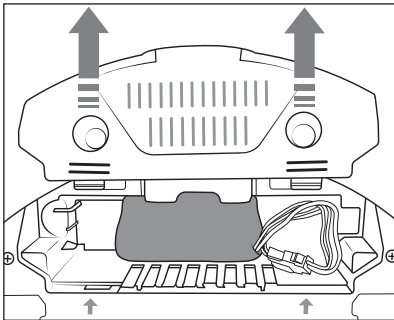

Abb. 13
- 1) Ziehen Sie die Akkufachabdeckung 15 vom Gerät ab (siehe Abb. 13).